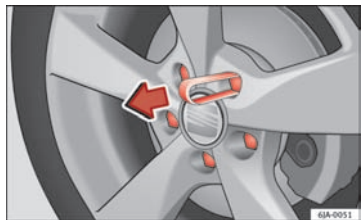

Fig. 127 Sådan tages hjulboltens dækkapper af
- Skub plastikklemmen på dækkappen, indtil de indvendige taper på klemmen får fat i kanten på dækkappen, og træk dækkappen af ⇒ Fig. 127.